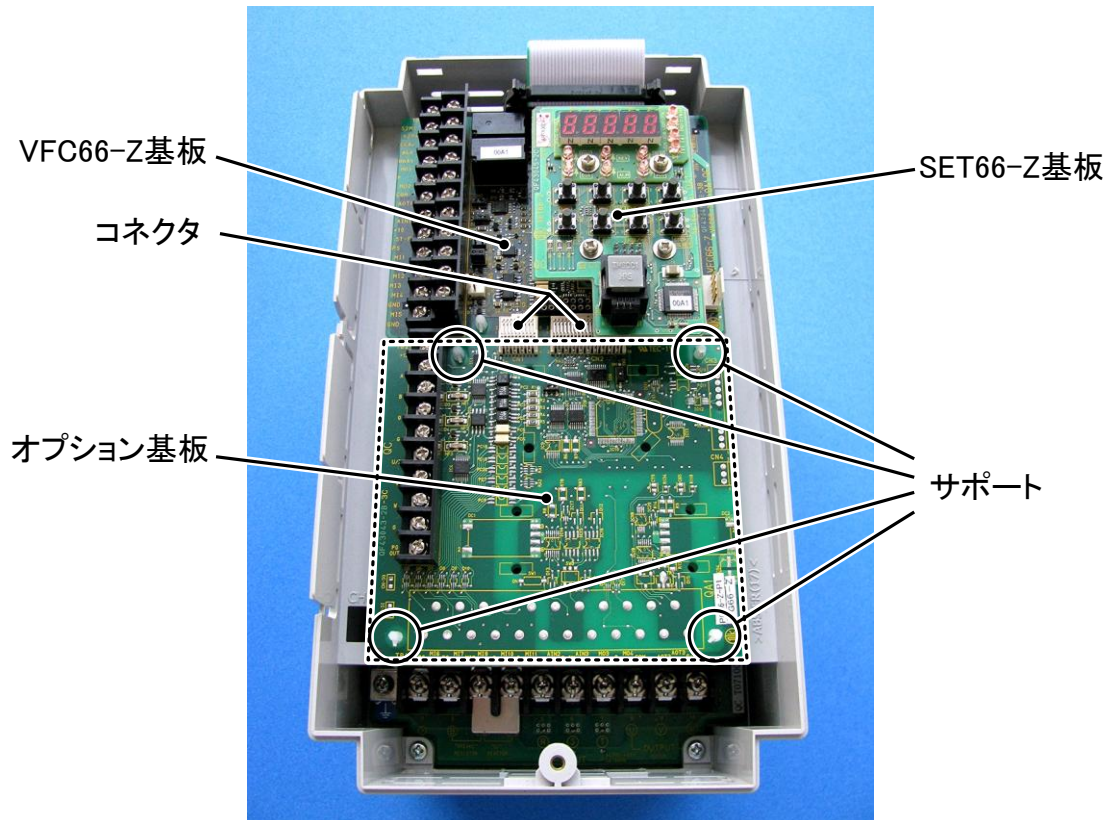

図3.2 CC66-Z基板の取り付け位置(VF66B-2R222)
- (1) 作業の前に、インバータの電源が切れていることを確認してください。
- (2) CC66-Z基板は図3.2の点線枠の位置に取り付けます(図はVF66B-2R222の場合ですが、他容量の機種でも同様です)。すでに他のオプション基板が取り付けられている場合は、以下の説明にしたがってオプション基板を取り外します。他のオプション基板が付いていない場合は、(6)へ進んでください。
- (3) まず、オプション基板を安全に取り外すために、SET66-Z基板を取り外します。右図の丸印で示した4箇所のねじを外し、SET66-Z基板をVFC66-Z基板から引き抜くようにして取り外してください。
- (5) 図3.2に丸印で示した4箇所に、オプション基板をインバータ筐体に固定するサポートがありますので、図3.5に示した爪部分をサポート内部に押し込むようにして、オプション基板を取り外してください。